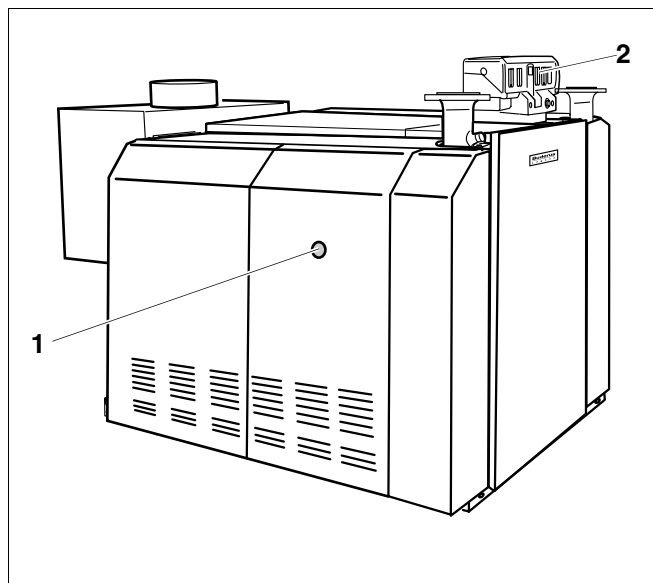

Fig. 4 Exemplu GE434: Înlăturarea deranjamentelor arzătorului
În caz de deranjament al arzătorului se aprinde LED-ul de avarie de la acesta (Fig. 4, **Poz. 1**).
- Apăsați butonul de resetare al arzătorului (Fig. 4, **Poz. 1**) prin gaura existentă a carcasei arzătorului.